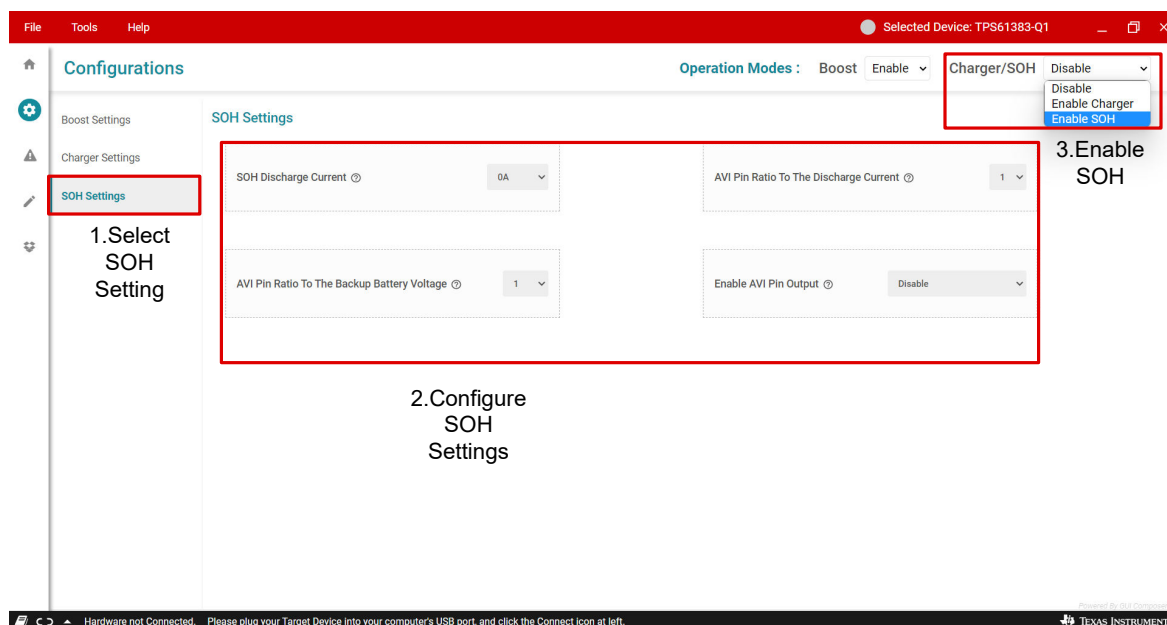

図 3-5. SOH 設定シート
6. 「SOH 設定」ボタンを選択し、「SOH 設定シート」に切り替えます (図 3-5 を参照)。設計目標に応じて、SOH 放電電流、AVI ピンの出力比、AVI 出力などを設定します。